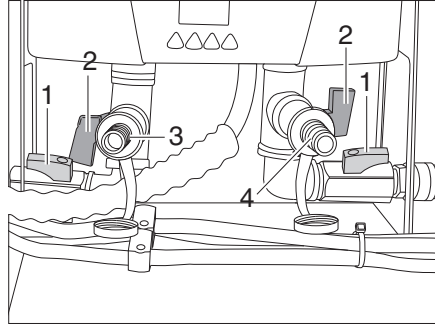

Fig. 185 Calentador instantáneo
- Cerrar las válvulas negras (Fig. 185,1).
- Empalmar la manguera de desagüe adicional, que va a la intemperie, en la conexión a la izquierda (Fig. 185,3).
- En la conexión a la derecha (Fig. 185,4) del calentador instantáneo (lado de agua fría) conectar el aire comprimido.
- Abrir las válvulas de vaciado rojas (Fig. 185,2).